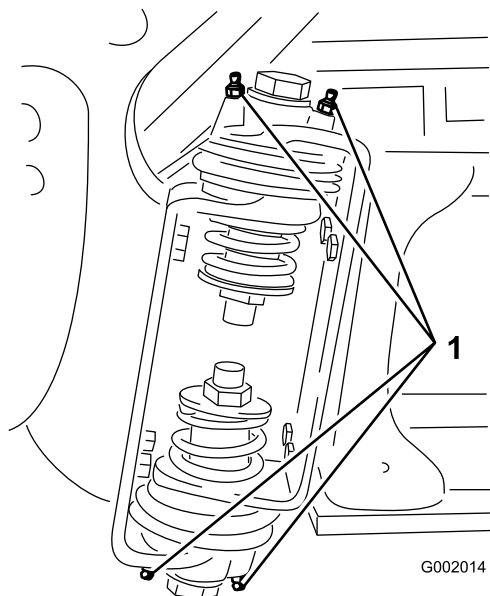

Figura 61
2. Bombee grasa en el cojinete o casquillo de cada punto de engrase (Figura 61).